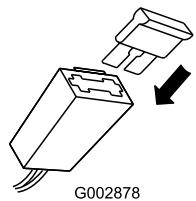

Figura 8
- Introduzca el fusible en el portafusibles (Figura 8).